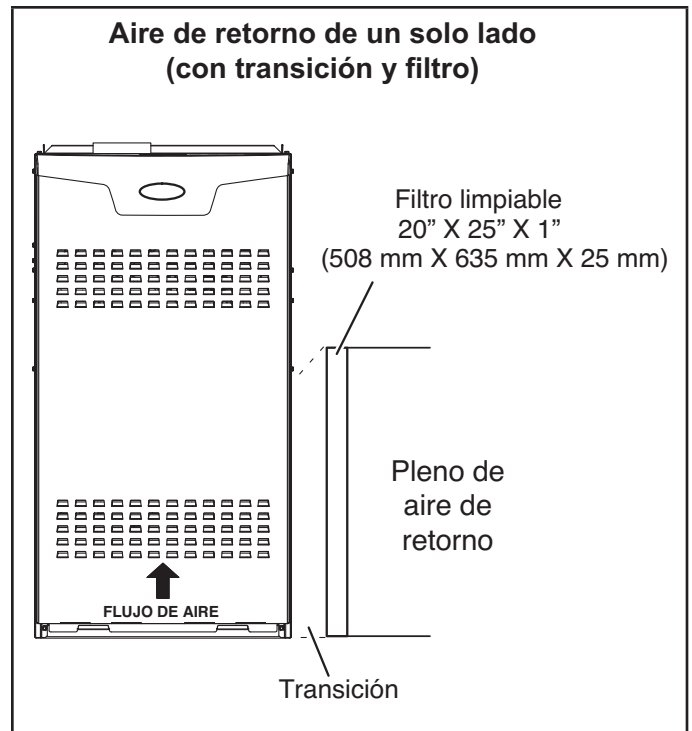

FIGURA 8
- 1 - Aire de retorno de un solo lado con transición para acomodar un filtro de aire limpiable de 20 x 25 x 1 pulg. (508 x 635 x 25 mm). (Requerido para mantener la velocidad apropiada del aire.) Ver la Figura 8.